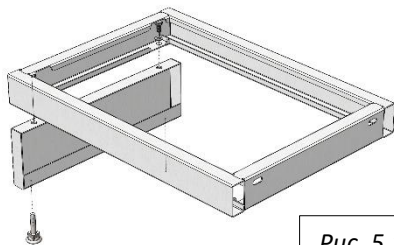

Рис. 5.1
- В случае с одной тумбой – подготовить универсальную раму для тумб: установить регулируемые опоры; для низкой тумбы – закрепить на боковой раме верхнюю раму, используя болты M8x16, шайбы 8 и предусмотренные заклёпки-гайки M8 (*Рис. 5.1; 5.2*)